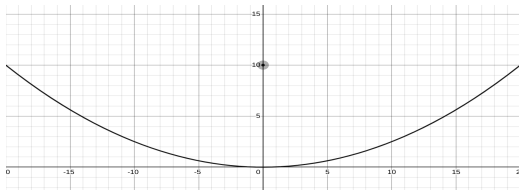

図3 焦点距離が10.0cmの場合の二次曲線
①焦点距離が7.5cm、10.0cm、15.0cmである二次曲線を作成(図3)。
仮説1:図3より、焦点距離10.0cmのとき、焦点の位置がパラボラ反射板の端と端を結んだ線と重なるため、15.0cmなどの焦点距離が大ききとき、音が反射し圧電素子に当たるまでの距離が大きくなりすぎて音が減衰しない。また、